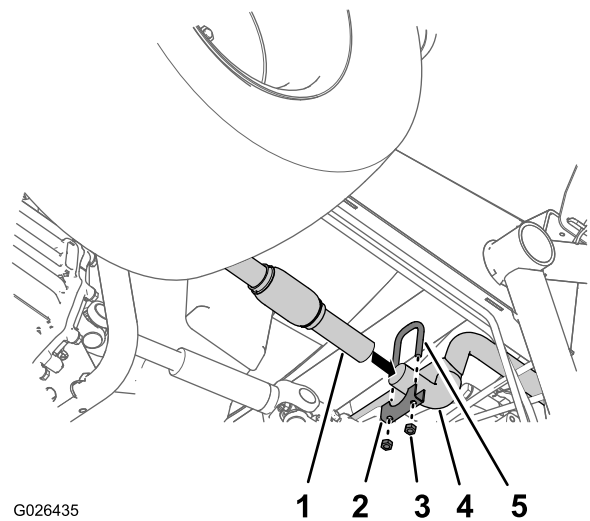

Figure 10
- Nettoyez la surface extérieure à l'extrémité ouverte du tuyau en Y (Figure 10).
- Glissez le tuyau d'échappement d'extrémité (près du joint flexible) au bout du tuyau en Y jusqu'à ce que celui-ci soit complètement engagé dans le tuyau d'échappement (Figure 10).
4. Assemblez un étrier fileté (1-1/4 po), une assise d'étrier (1-1/4 po) et 2 écrous sur le joint du tuyau d'échappement et du tuyau en Y (Figure 10).